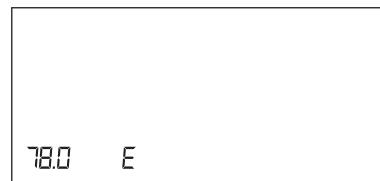

Abb. 2
- Anschließend wird der voreingestellte Raddurchmesser im Fenster SPEED sowie „E“ oder „A“ im Fenster ZEIT für 1 Sekunde lang angezeigt (Abb. 2).